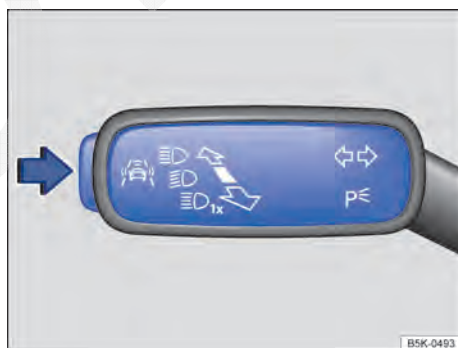

Fig. 52 Na alavanca dos indicadores de direção e do farol alto à esquerda da coluna de direção: botão dos sistemas de assistência ao condutor. ▶
- Pressionar o botão → Fig. 52 no sentido da seta para acessar o menu **Assistente**.